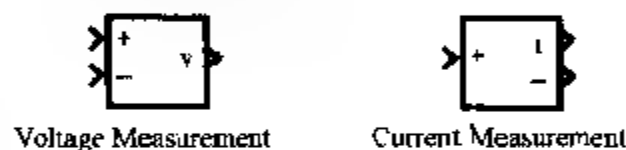

图 6.42 电源系统模块集仪表模块库中的模块
4) 仪表模块库中的模块如图 6.42 所示, 有: 电压测量和电流测量两个模块。